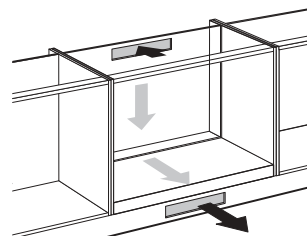

Fig. 8: Ouvertures d'aération
- Sciez les trous d'évent (min. 100 cm²). L'aération se produit par la plinthe et l'armoire de derrière (voir figure 8).